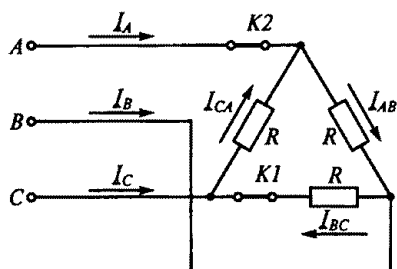

Рис. 130
3.104. Как изменятся токи при размыкании ключа $K1$ в схеме на рис. 130? (Указать неправильный ответ.)
3.106. Как изменятся токи при размыкании ключа K2 в схеме на рис. 130?